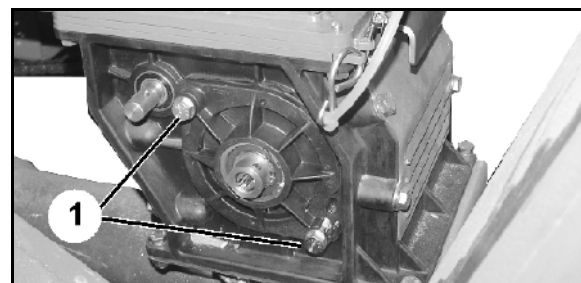

Рис. 74
3. Ослабьте два болта (Рис. 74/1).